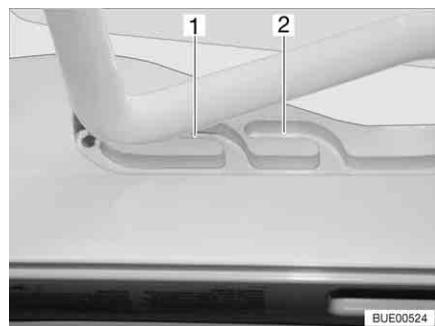
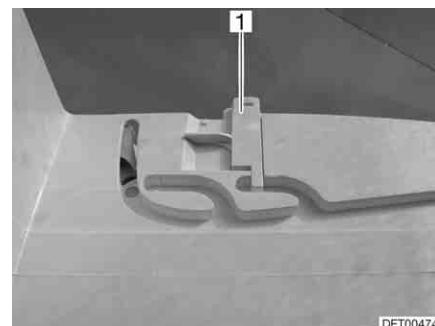

Fig. 65 Oblò Heki in posizione di ricircolo d'aria
Fig. 66 Bloccaggio della posizione di ricircolo d'aria
È possibile portare l'oblò Heki in due posizioni di ricircolo d'aria: Posizione brutto tempo (Fig. 65,1) e posizione centrale (Fig. 65,2). A seconda del modello è possibile bloccare l'oblò nella posizione centrale con il chiavistello (Fig. 66,1).
■ Premere la staffa leggermente verso l'alto, spingerla nella guida selezionata (Fig. 65,1 o 2) ed eventualmente bloccarla.